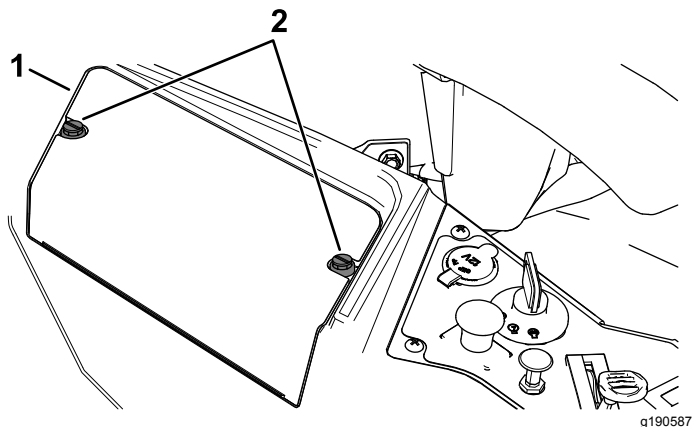

Figure 46
3. Desserrez les 2 fixations sur le couvercle de la batterie en les tournant de $\frac{1}{4}$ de tour dans le sens antihoraire, et déposez le couvercle (Figure 46).
6. Reposez le couvercle de la batterie en appuyant dessus et en serrant les 2 fixations dans le sens horaire (Figure 46).